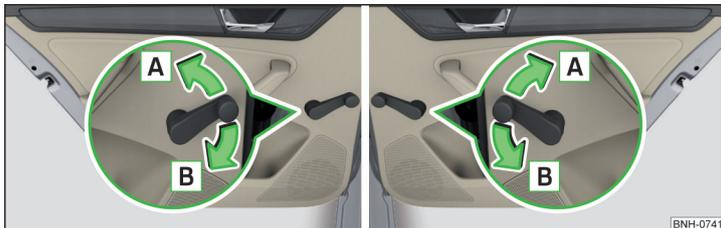

Fig. 50 Operación de las ventanas: a izquierda/derecha
- ▶ Para **abrir**, girar la manivela en el sentido de la flecha **A** » fig. 50.